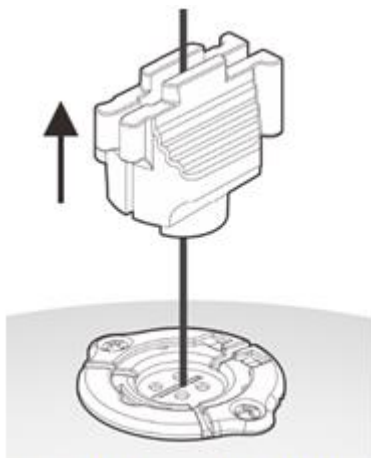

Figura 10. Extracción de la abrazadera
(3) Retire con cuidado la abrazadera del Touch-loc y la cánula. (Figura 10)